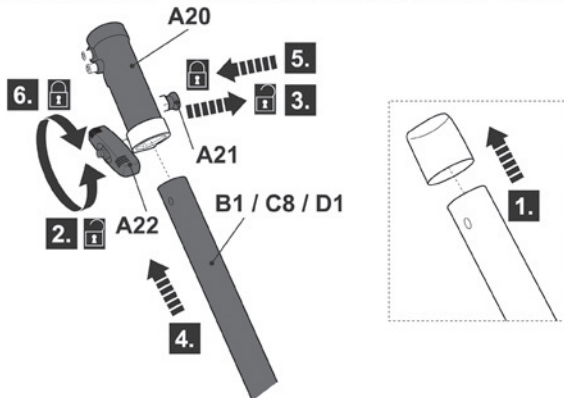

Fig. 8
- > Retire a tampa de proteção pré-instalada do cabo inferior (B1/C8/D1) (Fig. 8, passo 1).
- > Desaperte o botão de bloqueio (A22) (Fig. 8, passo 2).
- > Alinhe e insira o cabo inferior (B1/C8/D1) na manga de bloqueio (A20), ao mesmo tempo que puxa o parafuso de mola (A21) (Fig. 8, passos 3 - 4).
- > Torça ligeiramente o cabo inferior para alinhar o orifício com o parafuso de mola (A21). Depois, solte o parafuso de mola para fixar o cabo inferior na posição pretendida. Certifique-se de que o parafuso de mola encaixa no orifício (Fig. 8, passo 5).
- > Aperte o botão de bloqueio (A22) para fixar a ligação (Fig. 8, passo 6).